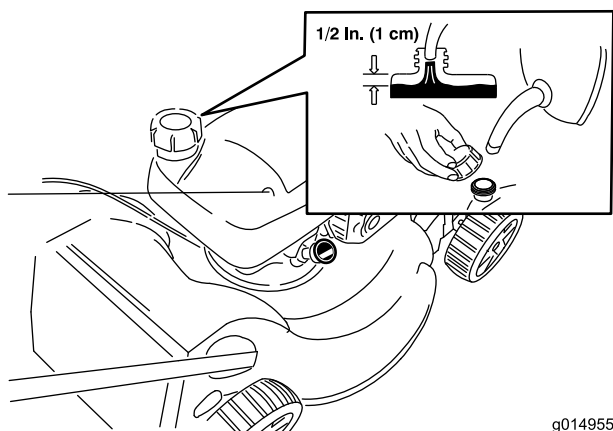

Рисунок 13
1. Очистите область вокруг крышки топливного бака и снимите ее (Рисунок 13).